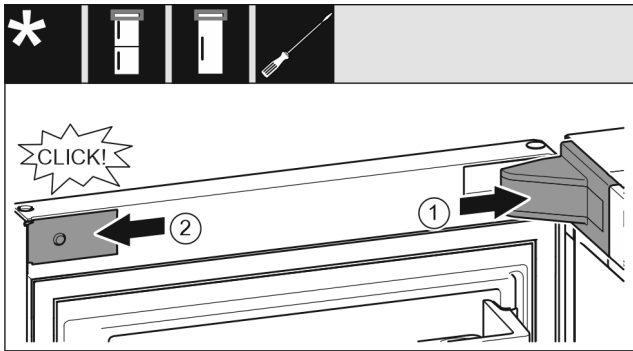

Fig. 21
- ▶ Poser et enclencher le cache du support de palier, l'introduire en appuyant délicatement. Fig. 21 (1)
- ▶ Mettre en place le cache latéralement et l'enclencher. Fig. 21 (2)